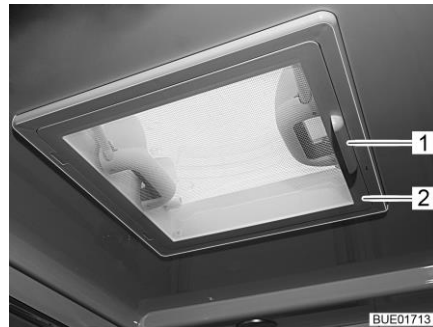

Fig. 30 Claraboya con cierre de resorte
- Girar hacia abajo la protección contra insectos (Fig. 30,2) por el tirador (Fig. 30,1).